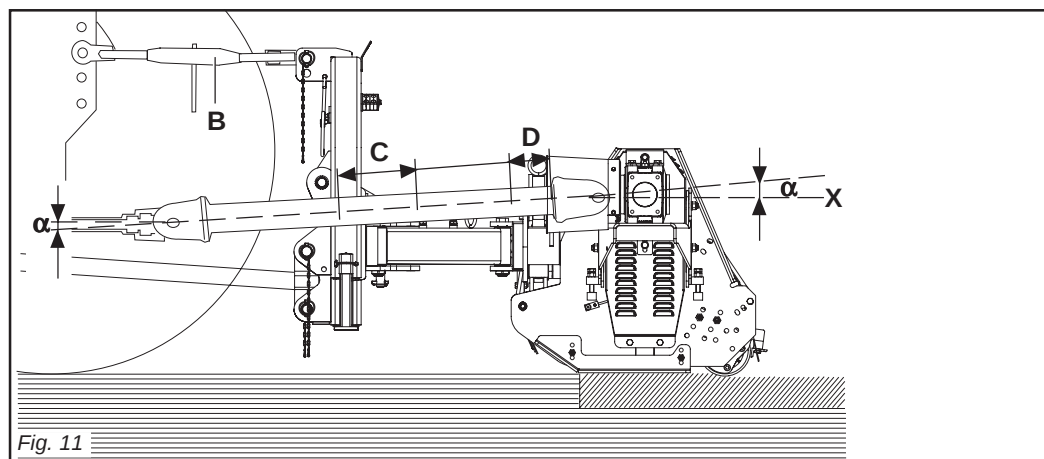
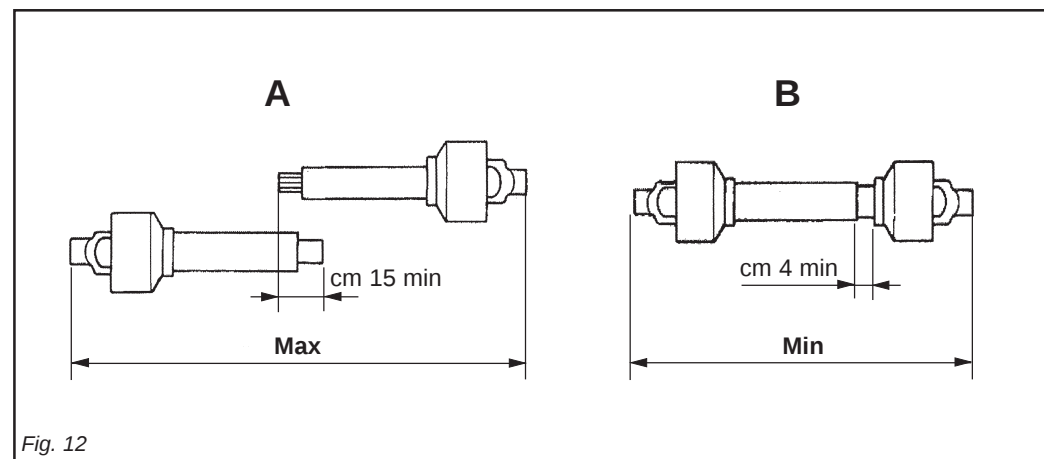

Fig. 11
Fig. 12
Per fare ciò aumentare o diminuire la lunghezza della barra superiore dell'attacco (B Fig. 11) in modo da portare l'asse (X Fig. 11) della ghiera scanalata della scatola parallela al suolo.
- I due angoli (α Fig. 11) formati dalle assi delle forcelle e l'asse dei tubi scorrevoli saranno uguali e non dovranno superare i 10°.
- La copertura (C Fig. 11) dei tubi scorrevoli deve essere di 15 cm minimo (Fig. 12).
To achieve this, increase or decrease the length of the top bar of the hitch (B Fig. 11) so as to set the axis (X Fig. 11) of the housing's grooved ring nut parallel to the ground.
- The two angles (α Fig. 11) formed by the fork axes and the axis of the sliding tubes will be equal and must not exceed 10°.
- The sliding tubes (C Fig. 11) must overlap by at least 15 cm (Fig. 12).
L'attelage est correct quand dans la position de travail la machine est horizontale. Pour obtenir cette condition augmenter ou diminuer la longueur de la barre supérieure de l'attelage (B Fig. 11) de manière à ce que l'axe (X Fig. 11) de la bague cannelée de la boîte soit parallèle au sol.
- Les deux angles (α Fig. 11) formés par les axes des fourches et l'axe des tubes coulissants doivent être identiques et ne doivent pas dépasser 10°.
- La couverture (C Fig. 11) des tubes coulissants doit être au minimum de 15 mm (Fig. 12).
Um dies zu erhalten, die Länge der oberen Kupplungsstange (B Abb. 11) erhöhen oder verringern, bis die Achse (X Abb. 11) der Keilmutter des Gehäuses parallel zum Boden steht.
- Die beiden Winkel (α Abb. 11), die aus den Achsen der Gabeln und der Achse der Gleitrohre bestehen, müssen gleich groß sein und dürfen auf keinen Fall größer als 10° sein.
- Die Überdeckung (C Abb. 11) der Gleitrohre muss mindestens 15 cm ausmachen (Abb. 12).
El enganche es correcto cuando la máquina está horizontal en posición de trabajo. Para ello aumentar o disminuir la longitud de la barra superior del enganche (B Fig. 11) en modo de llevar el eje (X Fig. 11) de la tuerca ranurada de la caja paralela al terreno.
- Los dos ángulos (α Fig. 11) formados por los ejes de las horquillas y el eje de los tubos corredizos serán iguales y deberán superar los 10°.
- La cobertura (C Fig. 11) de los tubos corredizos debe ser como mínimo de 15 cm (Fig. 12).
- I due tubi dell'albero di trasmissione a cardano non si devono ricoprire completamente, una corsa di sicurezza (D Fig. 11) di 4 cm minimo deve sussistere.
- Gli angoli (α Fig. 11) dei cardani non devono essere superiori a 40° (Fig. 11). Se non si raggiungono questi due risultati:
- The two tubes of the driveline shaft must not fully overlap. There must always be a safety travel (D Fig. 11) of at least 4 cm.
- The angles (α Fig. 11) of the drivelines must not exceed 40° (Fig. 11).
- Les deux tubes de l'arbre de transmission à cardans ne doivent pas se recouvrir complètement, il doit rester une course de sécurité (D Fig. 11) de 4 cm au minimum.
- Les angles (α Fig. 11) des cardans ne doivent pas être supérieurs à 40° (Fig. 11).
- Die beiden Rohre der Gelenkwelle dürfen sich nicht ganz überdecken. Es muss noch einen Sicherheitshub (D Abb. 11) von mindestens 4 cm geben.
- Die Winkel (α Abb. 11) der Gelenkwellen dürfen nicht größer als 40° sein (Abb. 11).
- Los dos tubos del árbol de transmisión de cardán no se deben cubrir completamente, debe quedar una carrera de seguridad (D Fig. 11) de 4 cm como mínimo.
- Los ángulos (α Fig. 11) de los cardanes no deben ser superiores a 40° (Fig. 11). Si no se presentan estas dos condiciones:
Quando l'albero cardanico è sfilato al massimo, i due tubi devono sovrapporsi per almeno 15 cm. Quando esso è inserito al massimo, il gioco minimo consentito deve essere di 4 cm (Fig. 12).
When the cardan shaft is fully extended, the two tubes must overlap by at least 15 cm. When fully inserted, the minimum play must be 4 cm. (Fig. 12).
Quand l'arbre à cardans est déboîté au maximum, les deux tubes doivent se superposer d'au moins 15 cm. Quand il est entièrement rentré, le jeu minimum admissible doit être de 4 cm. (Fig. 12).
Wenn die Gelenkwelle so weit wie möglich auseinandergezogen ist, müssen die beiden Teile sich noch um wenigstens 15 cm überlappen. Wenn die beiden Teile ganz zusammen geschoben sind, muß das kleinstmögliche Spiel 4 cm ausmachen. (Abb. 12).
Cuando el árbol cardánico está extraído al máximo, los dos tubos deben superponerse por lo menos 15 cm. Cuando está insertado al máximo, el juego mínimo permitido debe ser de 4 cm. (Fig. 12).